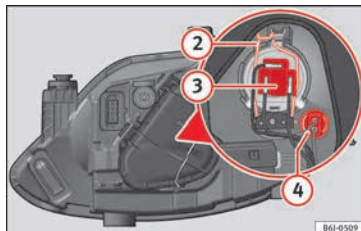

Abb. 95 Ablend-/Fernlicht und Standlicht im Einfachscheinwerfer
- Ziehen Sie den Stecker » **Abb. 95** ③ von der Lampe ab.
- Nehmen Sie die Haltefeder » **Abb. 95** ② durch Eindrücken und Rechtsdrehung ab.
- Lampenträger » **Abb. 95** ④ herausziehen.